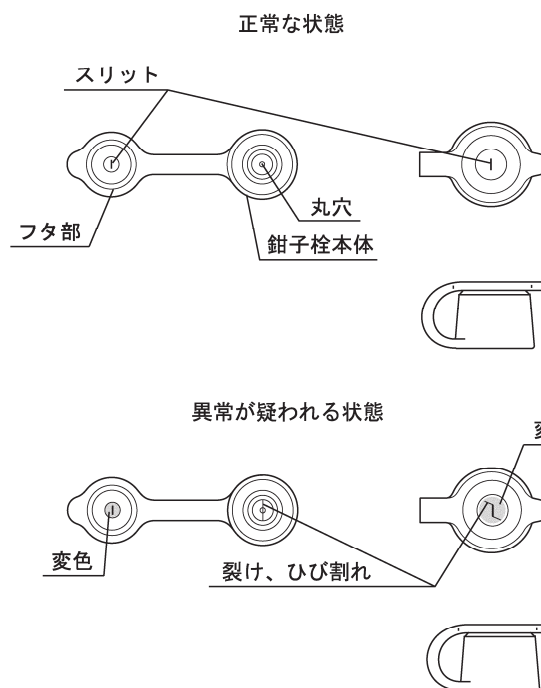

図 2
- 10.鉗子栓のフタ部のスリットまたは鉗子栓本体の丸穴に裂け、ひび割れ、変形、変色などの異常がないことを目視で確認すること（図 2 参照）。